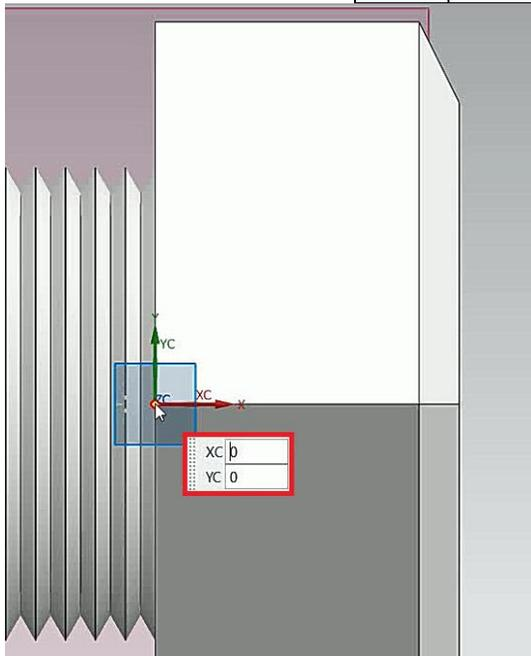

Figura 5.13 Origen de línea.
- El punto de inicio de la primera línea se hace en el punto (0,0) (Figura 5.13). Las líneas deben contar con las siguientes características: